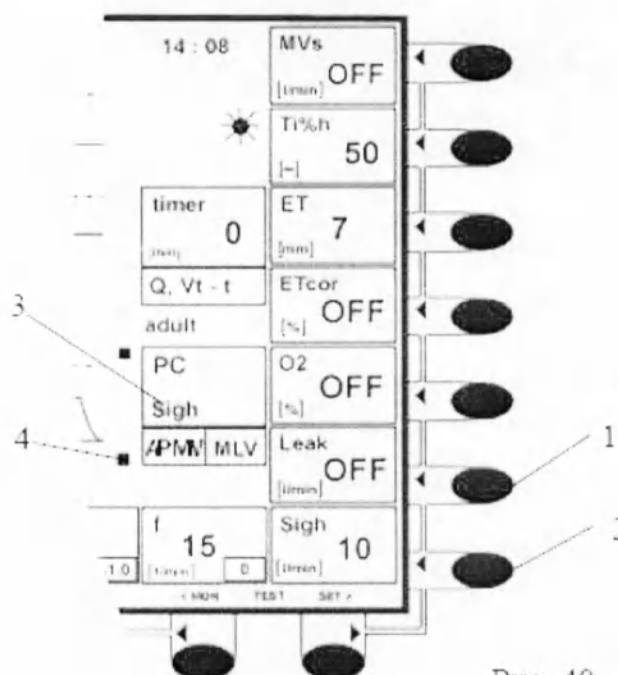

Рис. 40
рис. 34 - двукратным нажатием на кнопку «SET», открывается второе «подменю» поля редактирования (см. ст. 3.1.1.1.3), которое отличается от первого коричнево-оранжевым фоном доступных параметров (см. рис. 40).
Двукратным нажатием на клавишу «SET» (рис. 34 (9)), открывается второе «подменю» поля редактирования (см. ст. 3.1.1.1.3), которое отличается от первого коричнево-оранжевым фоном доступных параметров (см. рис. 40).